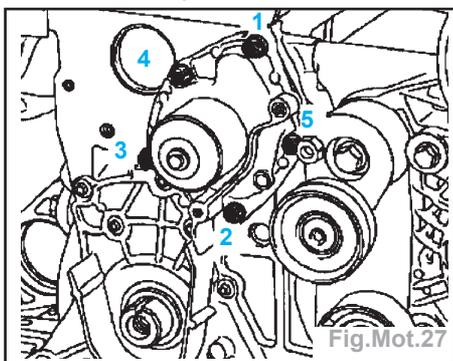

Fig.Mot.27
**Nota** : mettre une goutte de **LOCTITE FRENETANCH** sur les vis (3) et (4).
- Prêsserrer les vis jusqu'à leur contact avec la pompe à eau dans l'ordre préconisé (Fig.Mot.27) puis les serrer au couple de **0,9 daN.m** avec le même ordre de serrage.